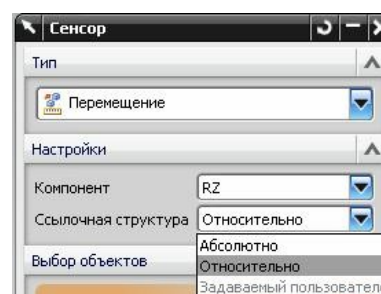

рис.62
- Далее, в поле *Ссылочная структура* (рис.62) нужно выбрать опцию *Абсолютно* или *Относительно*.